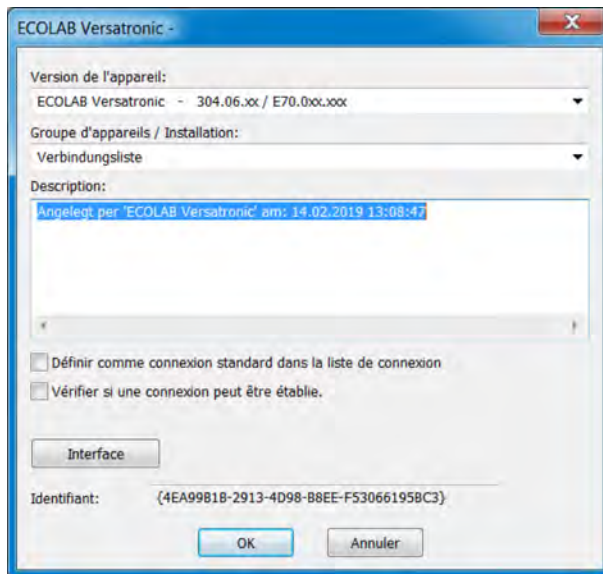

Fig. 114 : Nouvel appareil
1. ➤ Appliquez les paramètres au nouvel appareil et cliquez sur « Interface » (voir Fig. 114).